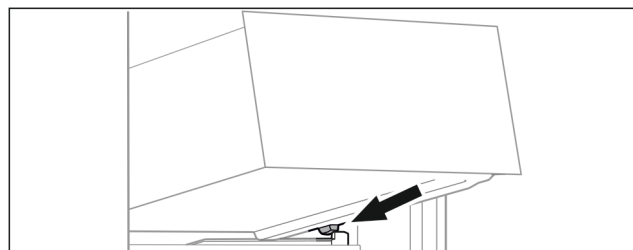

Fig. 83
- ▶ Placer le tiroir, en l'inclinant, derrière les butées sur la nervure de récipient. (voir Fig. 83)